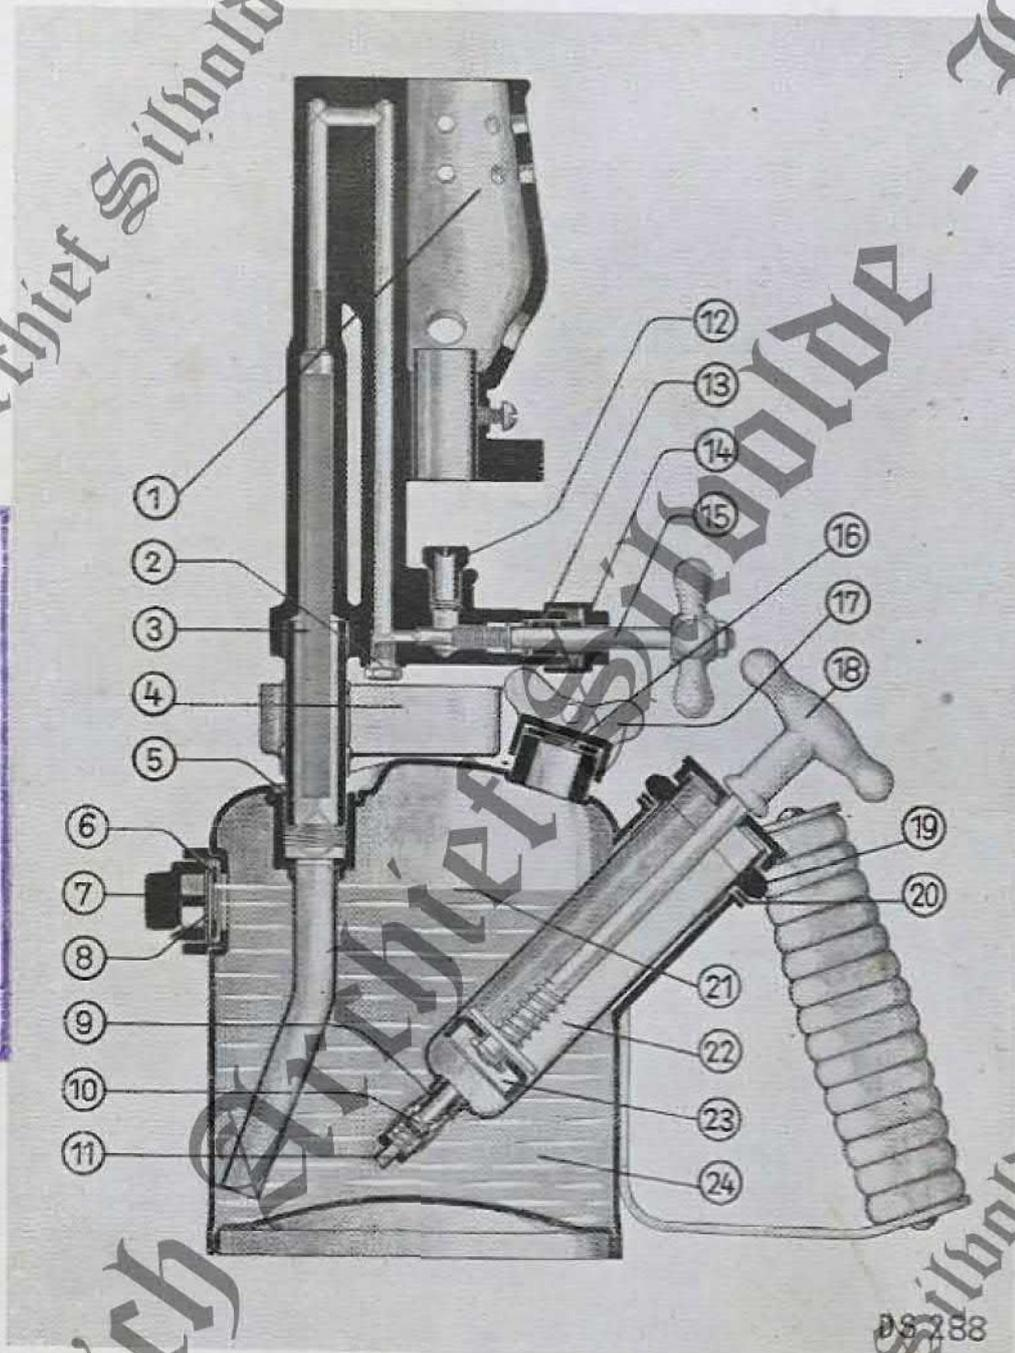

Bild 27.
Modell „Lanz 32“ Bild 27 Seite 52.
**Füllen:** Eine Füllung beträgt 0,5 Liter. Füllhöhe 21 (Bild 27). Behälter (24) darf nicht vollgefüllt werden; mindestens  $\frac{1}{6}$  Luftraum lassen! Brennstoff mit Trichter oder Füllkännchen einfüllen.
**Anwärmen:** Füllschraube (17) und Regulierspindel (15) fest zuschrauben, 2—3 Pumpenstöße geben. Anwärmeschale (4) mit Spiritus füllen, anzünden; vor Wind schützen! — Wenn der Behälter (24) nicht frisch gefüllt ist, muß vor dem Anwärmen die Füllschraube (17) einen Augenblick geöffnet und wieder fest geschlossen werden.
**Anzünden:** Kurz vor Verlöschen der Anwärmflamme öffne man langsam die Regulierspindel (15) (1—2 Umdrehungen) und entzünde die ausströmenden Dämpfe, wenn sie sich nicht schon von selbst an der verlöschenden Spiritusflamme entzündet haben, mit einem Streichholz oben am Brenner (1).
**Regeln:** Nach einigen Minuten ist der Brenner genügend erhitzt. Nun gebe man mehr Druck mit der Pumpe (18), höchstens jedoch so viel, daß diese fühlbar schwer geht, und stelle die Flamme durch weiteres Oeffnen der Regulierspindel (15) ein. Der während des Brennens abnehmende Druck im Behälter ist durch Nachpumpen zu ergänzen.